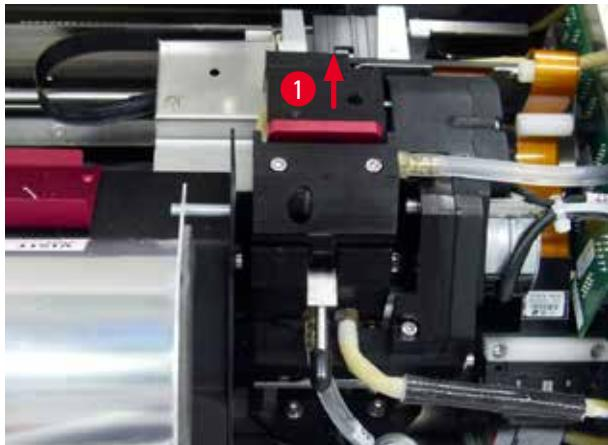

図 49
2. 印字ヘッド（→「図 49-1」）が上方に、シールリップから約 1 cm 離れた位置まで移動します（→「図 49」）。